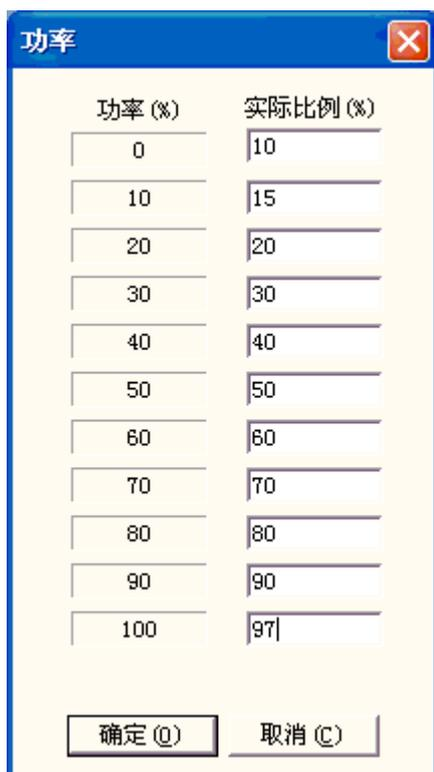

图 10-28 实际功率对话框
**功率映射：**设置用户定义的功率比例与实际对应的功率比例（如图 10-28 所示）。如果用户设置的功率比例不在对话框显示的值中，则按线性插值取值。